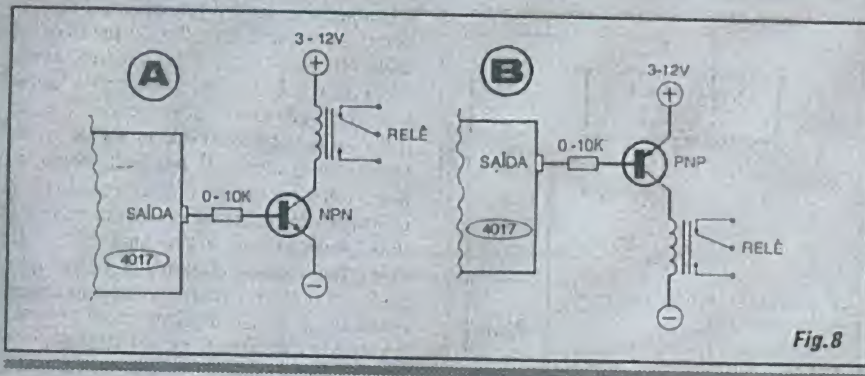

Fig. 8
- FIG. 8-A - MANEJANDO CARGAS AINDA MAIS "BRAVAS" (COM TRANSÍSTOR NPN E RELÊ) - Se, além do imediato "reforço" de Corrente proporcionado por um transistor, estabelecermos como carga de *coletor* deste um relê, poderemos então controlar cargas *realmente bravas* (através dos contatos de utilização do dito relê...). Novamente observar que a alimentação C.C. do conjunto transistor/relê *pode*, perfeitamente, ser em Tensão *diferente* daquela destinada à energização do Integrado (sempre mantendo a linha de "terra" *comum* aos dois blocos circuitais...). Notar que, como os contatos de utilização do relê são completamente *independentes*, em termos elétricos, nada impede que eles chaveiem cargas sob *elevada* Corrente e/ou Tensão (mesmo sob centenas de Volts ou milhares de Watts...),
- FIG. 8-B - TRANSÍSTOR PNP COM RELÊ... - Tudo igual (salvo as polaridades invertidas...) ao diagrama/estrutura anterior, porém agora com transistor PNP, como que a ativação do *boost* se dá com a respectiva Saída do 4017 em estado "baixo"... Tanto em 8-A quanto em 8-B, notar que embora os exemplos (por questões de pura simplificação do desenho e facilitação do entendimento...) mostrem *apenas uma* Saída do 4017 sendo utilizada, é claro que *até todas* as suas 10 Saídas operacionais sequenciadas podem comportar módulos de *boost*... Isto, aliás, vale para *todos* os exemplos/aplicativos da presente "Lição"...